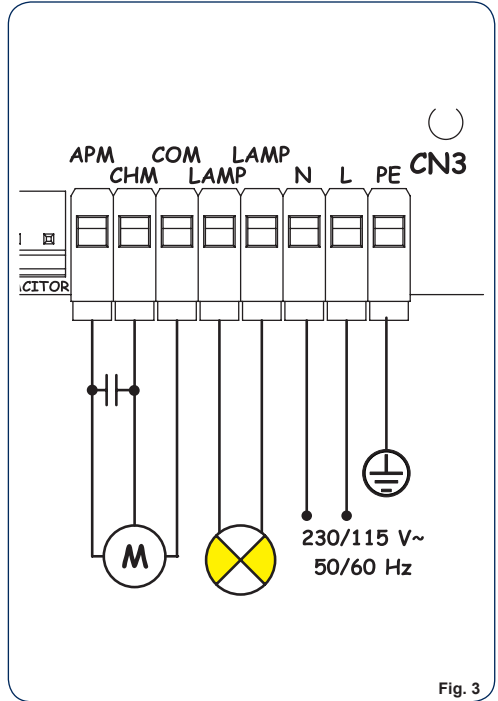

Fig. 3
5.3. BORNIER CN3 (Fig. 3)	page 15